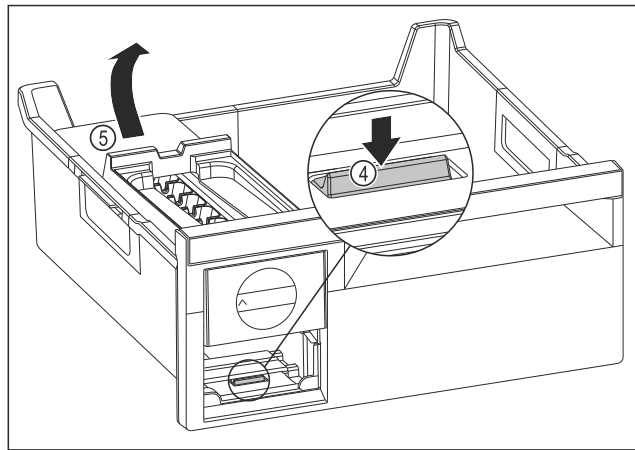

Fig. 79
- ▶ EasyTwist-Ice-Körper entnehmen: Lasche Fig. 79 (4) mit Finger nach unten drücken und gleichzeitig mit der anderen Hand den EasyTwist-Ice-Körper Fig. 79 (5) von hinten anheben.